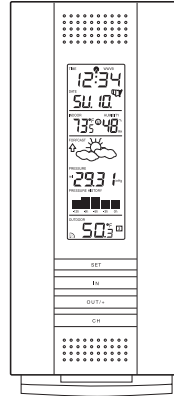

Figura 1
1. La estación meteorológica WS-7394U-IT (Figura 1)